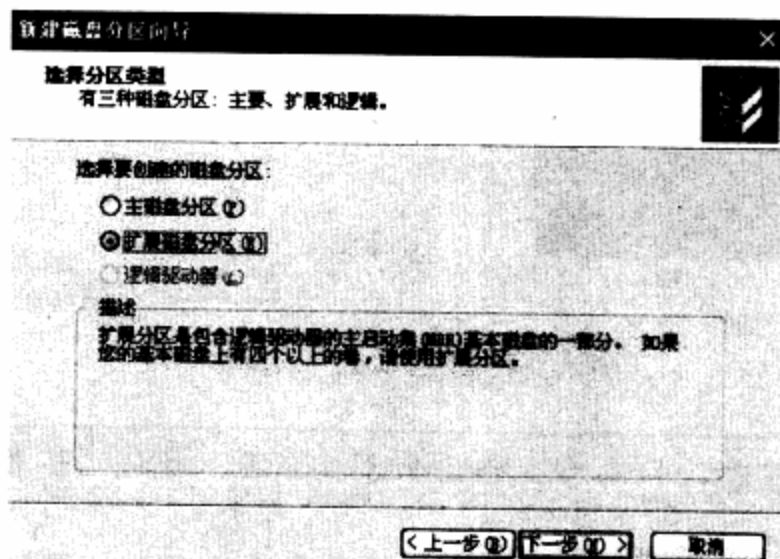

图4-64 选择分区类型
**步骤 13** 选中“扩展磁盘分区”单选项, 单击“下一步”按钮, 如图4-64所示。